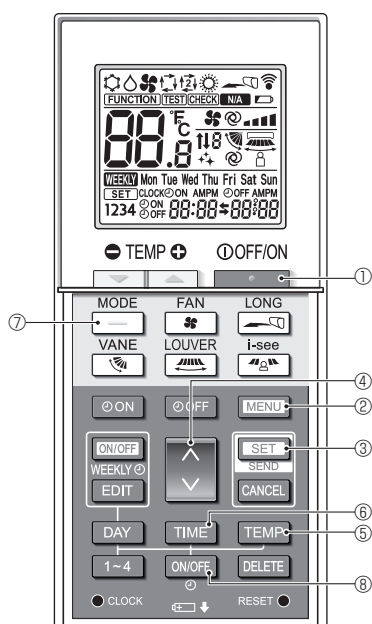

Fig. 7-9
1. Pulse el botón **STOP** ① para detener el acondicionador de aire.
2. Pulse el botón **MENU** ②.
Se mostrará la pantalla de configuración de funciones y parpadeará el n.º de función ③. (Fig. 7-9)